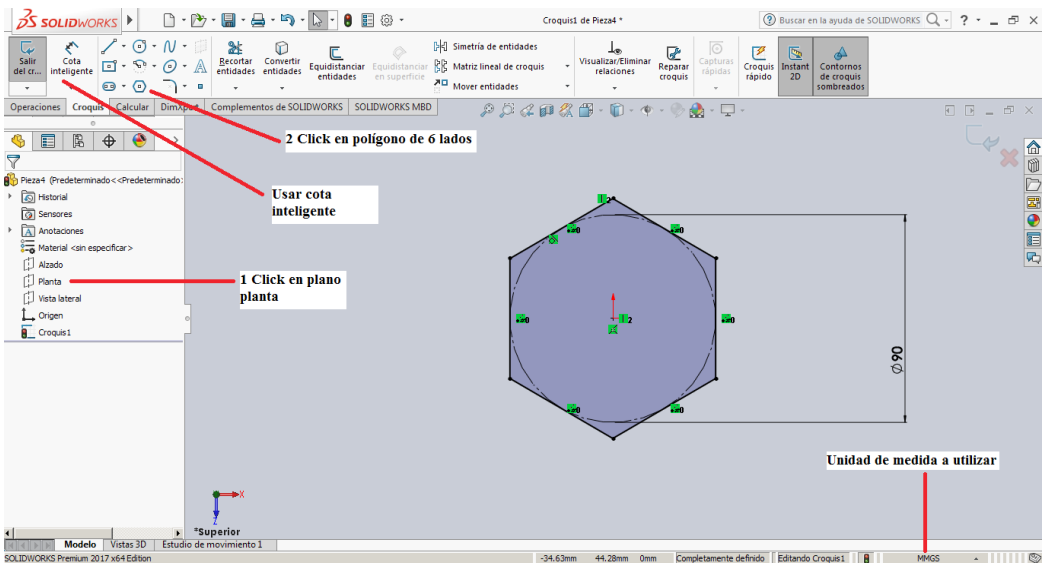

Figura 3-9
2. En la pestaña de croquis se selecciona con click la herramienta Polígono y se construye uno de 6 lados para este casos el sistema de unidades que se utilizará es MMGS (Milímetros, Gramos y Segundos) en la figura 3-9 se muestra las medidas realizadas con Cota Inteligente para el desarrollo del croquis